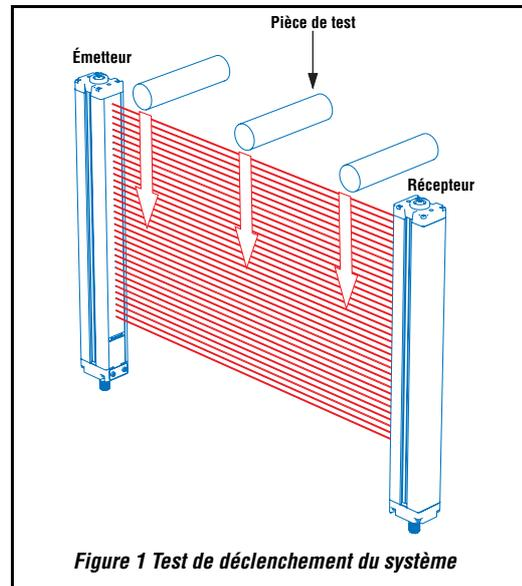

Figure 1 Test de déclenchement du système
- 3) Alors que la machine protégée est au repos, faire passer trois fois la pièce de test dans la zone définie; une fois près de l'émetteur, une fois près du récepteur et une fois au milieu (figure 1 page 2). □